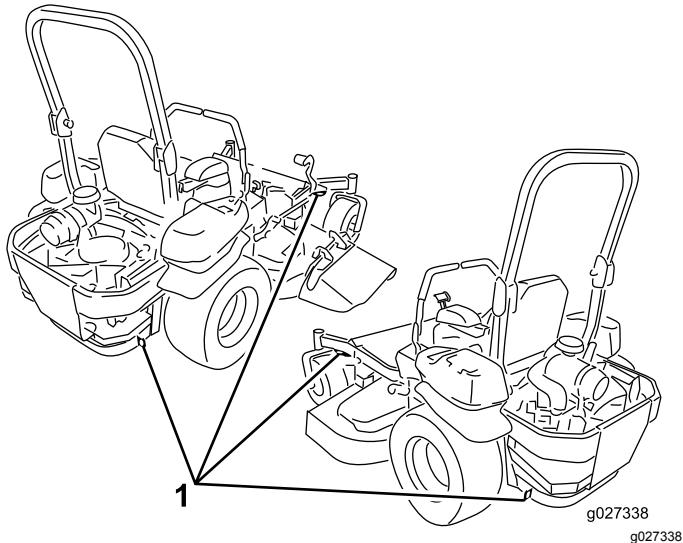

Figure 39
- Servez-vous des points d'attache de la machine pour l'arrimer solidement sur la remorque ou le véhicule de transport au moyen de sangles, chaînes, câbles ou cordes (Figure 39).